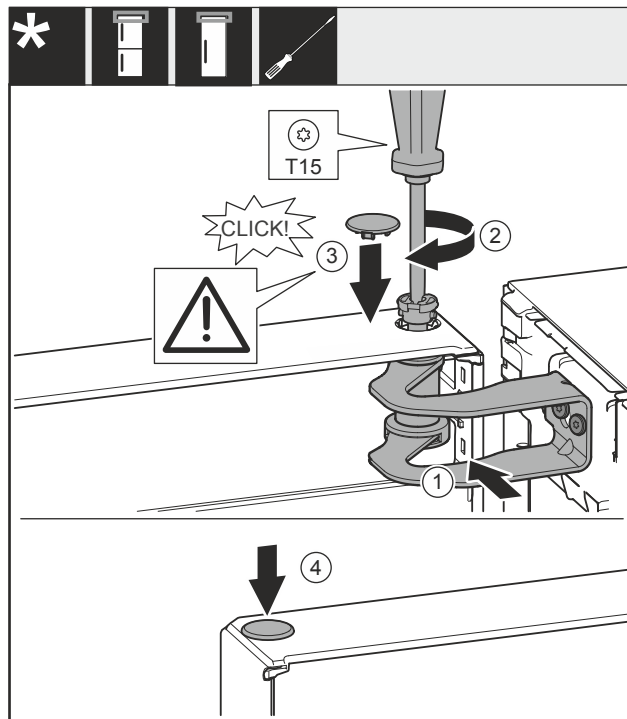

Fig. 23
- Nolīmeņojiet durvis pret atveri gultņa balstā Fig. 23 (1).
- Ievietojiet tapu Fig. 23 (2) un pieskrūvējiet ar skrūvgriezi.
- Ievietojiet pārsegu Fig. 23 (3).
- Pārbaudiet, lai pārsegs Fig. 23 (3) piekļautos pie durvīm.
- Ievietojiet pārsegu Fig. 23 (4).